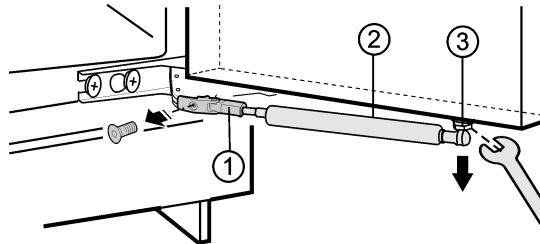

Fig. 1
- Desatornille el soporte Fig. 1 (1).
- Desatornille la rótula esférica Fig. 1 (3) junto con el amortiguador de cierre Fig. 1 (2) y colóquelos a un lado.